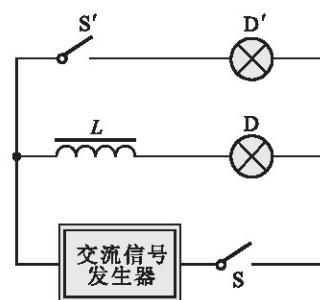

图 2-5-1
1. 将带铁芯的电感器L和灯泡D串联，再与另一完全相同的灯泡D'并联，接在以交流信号发生器为电源的两端，如图2-5-1所示。闭合开关S和S'，观察两个灯泡发光的亮度有何不同？